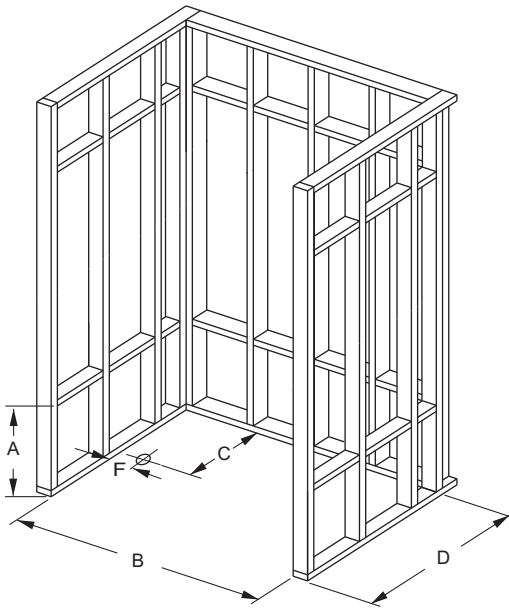

FIGURE 1- DIMENSIONS D'IMPLANTATION
- Le bac de douche est conçu pour s'installer dans l'alcôve avec structure, comme illustré par les figures 1 et 2.
- Les dimensions de l'alcôve munie de ses montants doivent être celles spécifiées sur la figure 1.
- Construire une structure solide selon les dimensions de la figure 1.
- Vérifier que les montants verticaux et horizontaux sur le mur latéral sont installés selon les dimensions indiquées dans les figures 1 et 2.
- L'emplacement de l'évacuation sur le bac de douche est illustré par la figure 1.